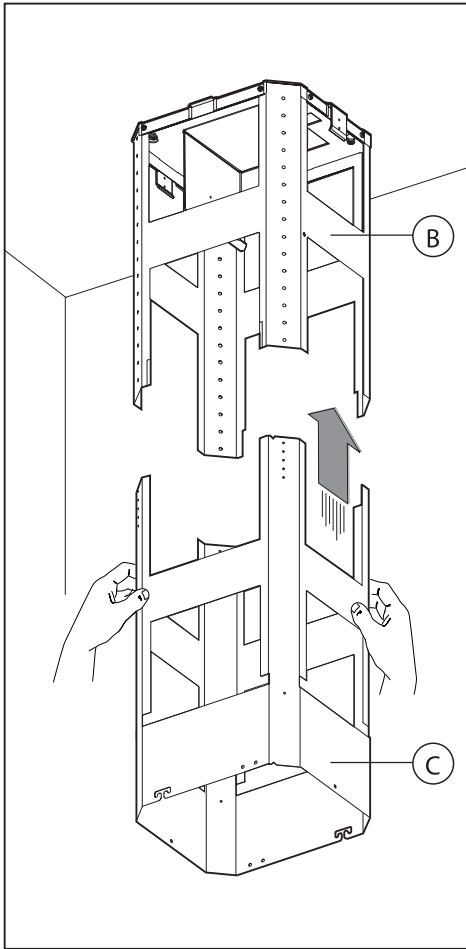
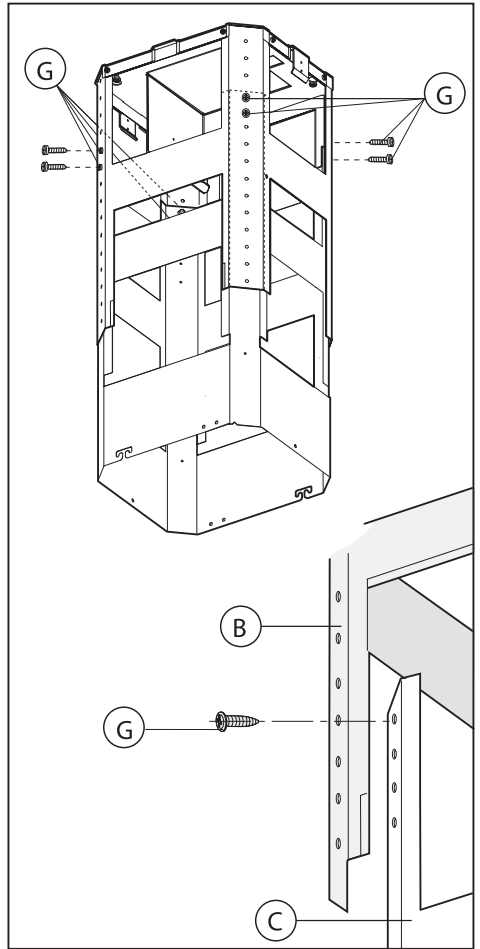

Fig.5
Fig.6
-Prendere la parte inferiore della struttura telescopica **C** ed inserirla su quella superiore **B** (Fig.5). Regolare l'altezza desiderata facendo riferimento alle quote indicate in (Fig.14) e bloccarla mediante le 8 viti **G** in dotazione (Fig.6).